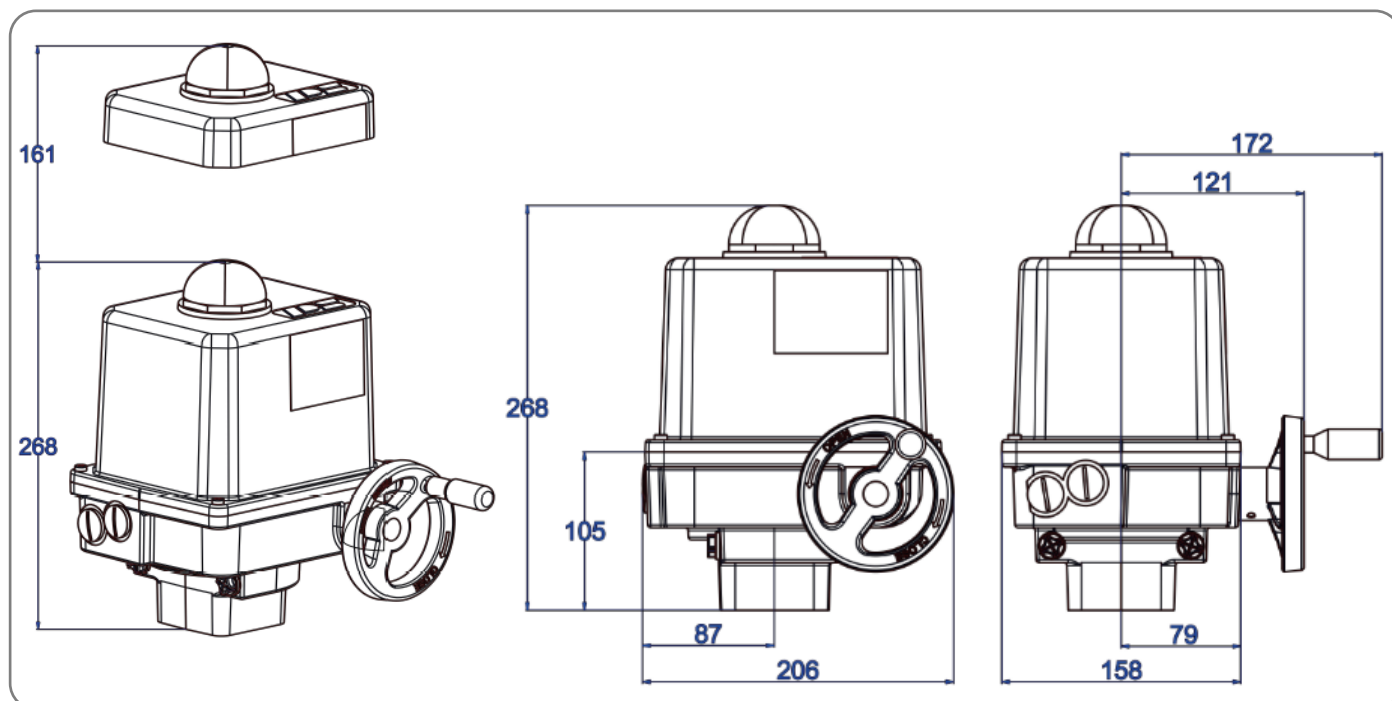

Рисунок 1: Монтажные размеры PSQ-E100-150
- При установке привода необходимо предусмотреть достаточный запас по высоте для демонтажа крышки (рис. 1: Размеры стандартных приводов).